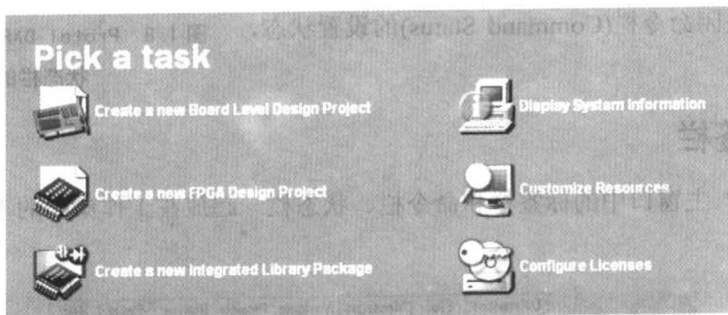

图 1.12 选取一个任务
(1) Pick a task 选取一个任务，如图 1.12 所示。